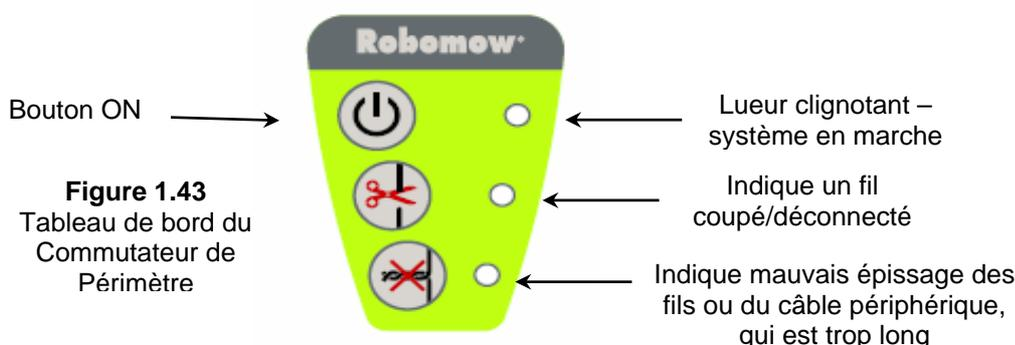

Figure 1.43
- Appuyez sur le bouton '**ON**'. Une petite lueur clignotante verte près du bouton '**ON**' indique que le système est sous tension et qu'il fonctionne bien. Le commutateur de périmètre a aussi des indicateurs de câble périphérique déconnecté/coupé et de mauvais épissage du câble. Figure 1.43